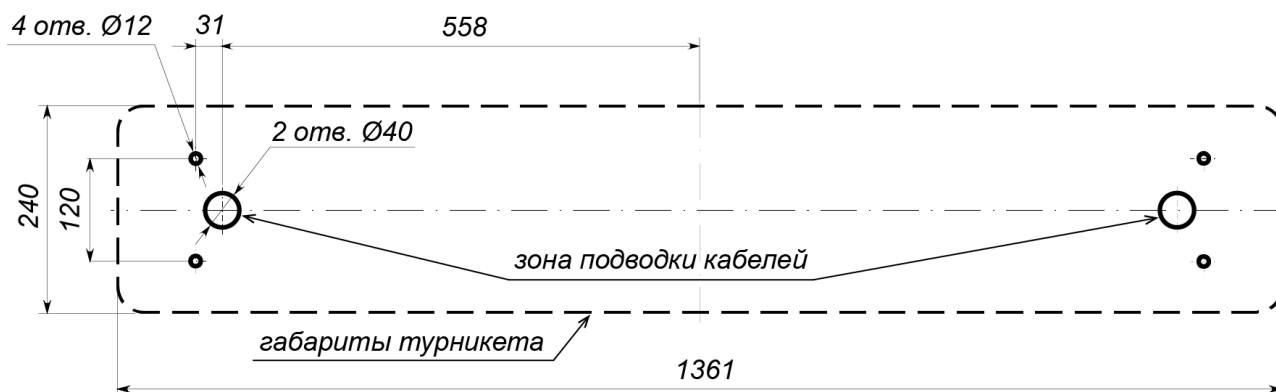

Рисунок 18. Схема разметки для установки стойки турникета
- у бокового модуля с картоприемником (см. рис. 18):
- откройте ключом замок крышки контейнера (3, рис. 18) и потяните ее за ключ на себя до упора,
- снимите блок индикации (2, рис. 18), для чего открутите 4 гайки с шайбами (4, рис. 18).